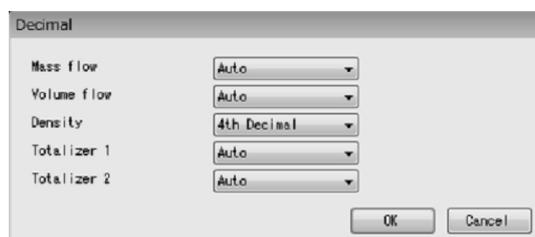

図87
- ① メニューの「Setup(S)」>「LCD」>「Decimal」をクリックします
- ② 次のウィンドウ(図87)が表示されます。ここではLCDに表示する計測値の小数点位置を設定します。